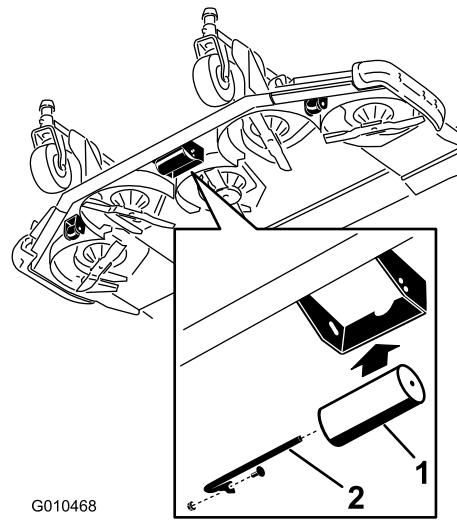

図 31
- ブラケットの下穴からシャフトを抜き出し、ローラを上穴に合わせてシャフトを取り付ける（図 31）。